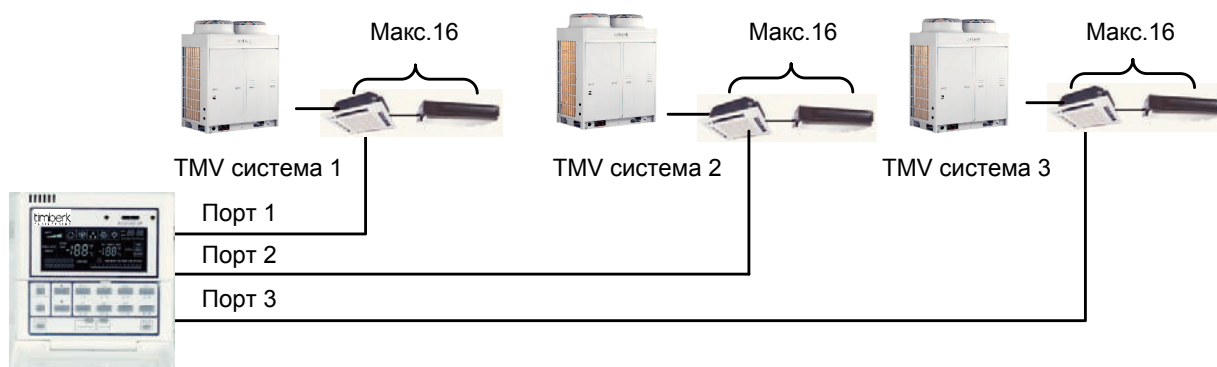

Рис. 6.18
6.3.7.1 К одному пульту CE50-24/E возможно подключение до 3-х наружных блоков систем TMV (рис. 6.18). Количество внутренних блоков подключаемых к одному наружному блоку не более 16 шт.